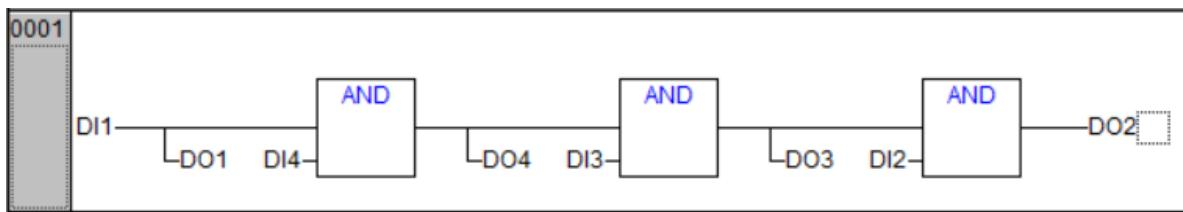

Рис. 23. Реализация практического задания №1 на языке FBD для ПЛК
- Реализация на языке FBD. Для реализации данного алгоритма необходимо написать программу, представленную на рис. 23.